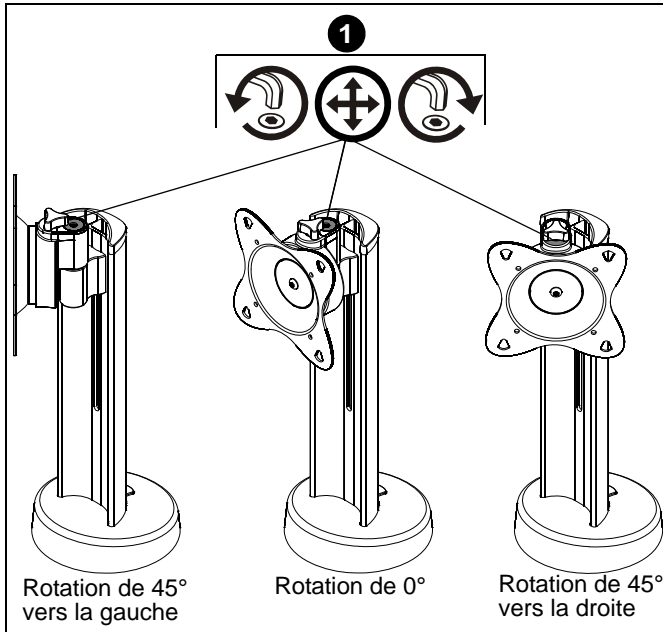

Figure 7
1. L'écran peut être pivoté sur la tête du STS1 jusqu'à un angle de 90°; pour ce faire, utilisez une clé hexagonale 3,9 mm (5/32 po) (L) pour desserrer la fixation, faites pivoter la tête dans la direction voulue et resserrez la fixation. (Voir Figure 7)